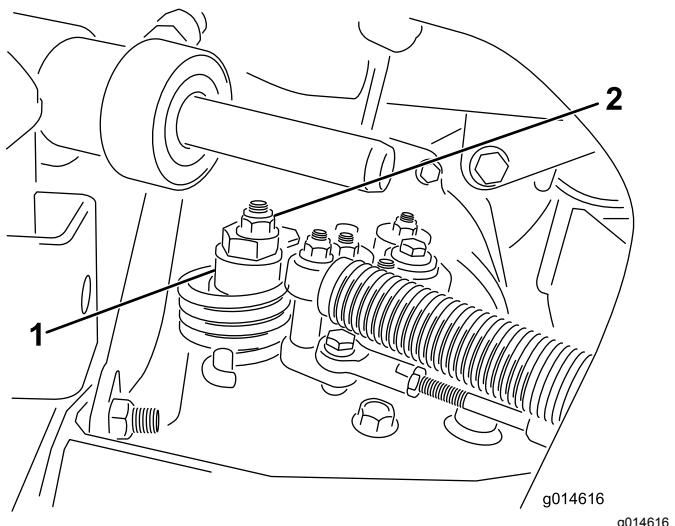

Рисунок 40
- A. Ослабьте контргайку крепления эксцентрика к верхней части гидростата (Рисунок 40).
C. Поворачивайте эксцентрик до тех пор, пока не прекратится медленное вращение колеса в любом направлении. Когда колесо перестанет вращаться, затяните гайку, которая фиксирует эксцентрик и регулировку (Рисунок 40). Проверьте регулировку при положениях дроссельной заслонки Медленно и БЫСТРО.